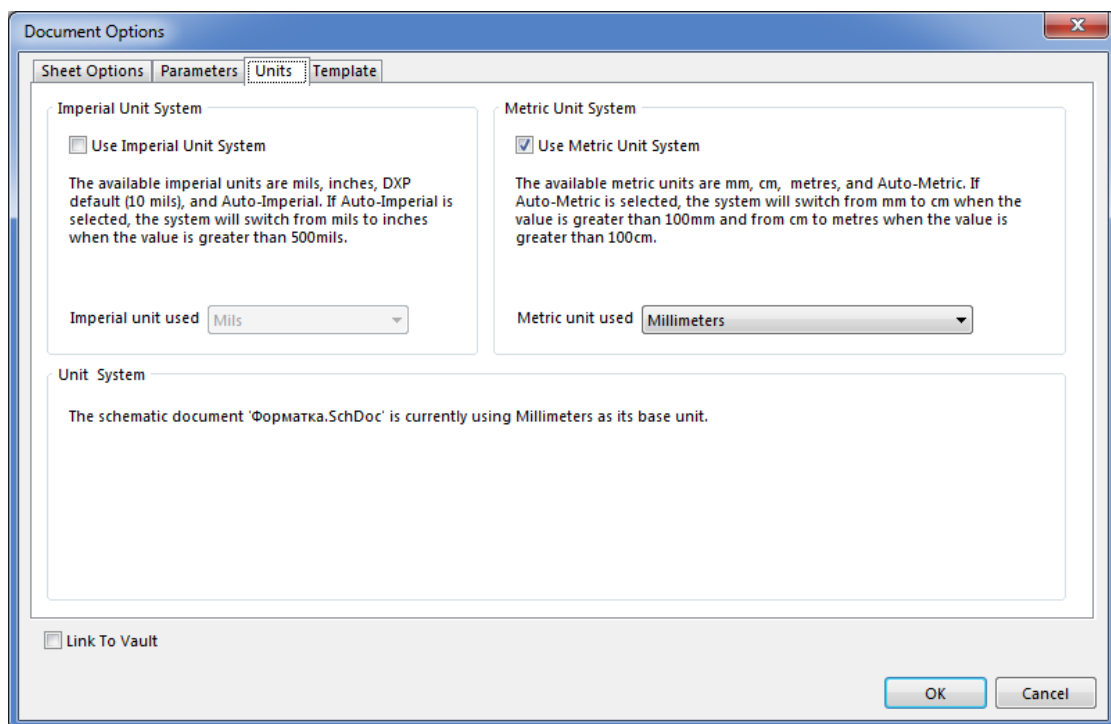

Рис. 1.15
3) Перейдіть на вкладку **Units** (Рис. 1.15).